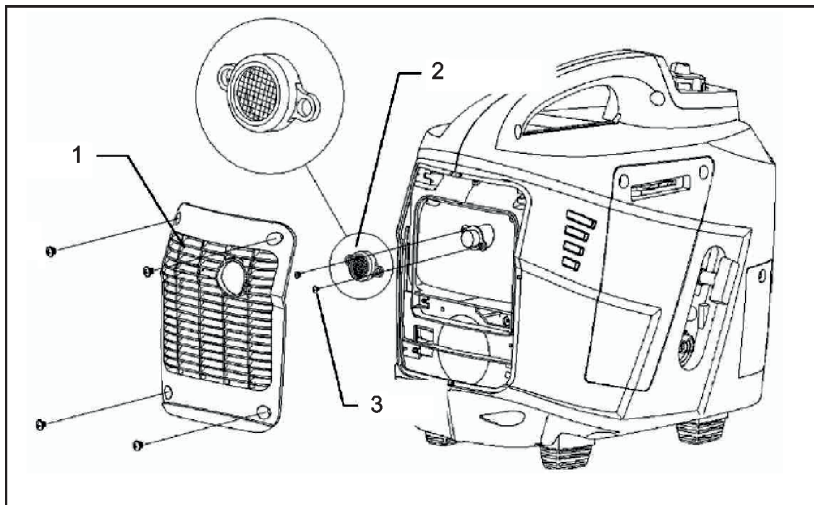

Рис. 22
1. Открутите 4 винта и снимите защитную решетку глушителя 1 (Рис. 22).
2. Открутите винты 3 и снимите и снимите искрогаситель 2 (Рис. 22).